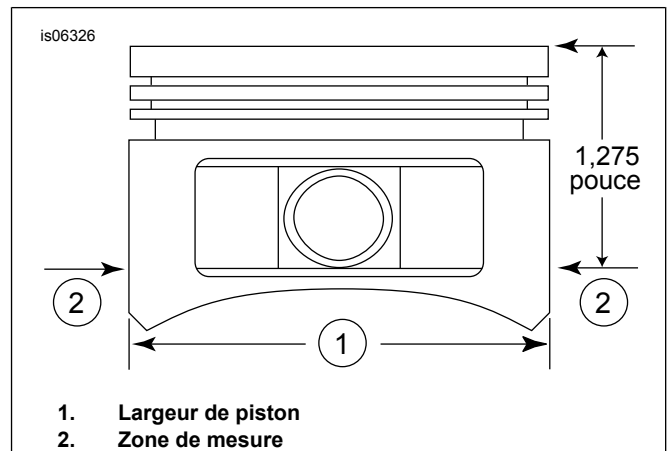

Figure 2. Dimensions de piston
5. Figure 2 Mesurer la largeur du piston (1), 90 degrés à l'horizontale des deux côtés du trou d'axe de piston et à 32 mm (1.275 in) vers le bas à partir de la surface de plateau (supérieure) du piston (2). Voir le Tableau 11 pour l'ajustement piston/cylindre à cet emplacement.